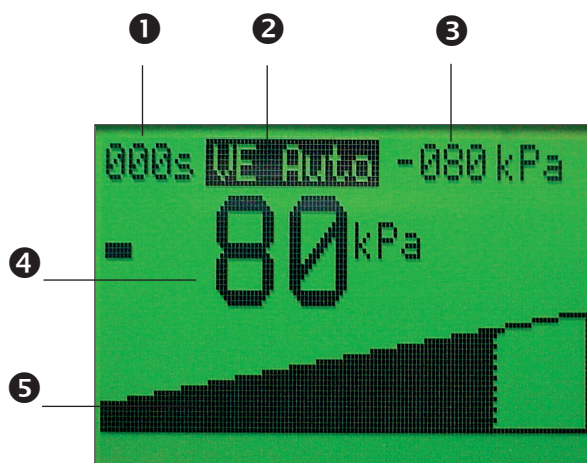

Fig. 18 Pantalla después de haber alcanzado el vacío final
- Cuando se alcanza el vacío final, el equipo emite un tono de alerta. (Tono largo con interrupción). El tiempo mostrado es 0 seg. (Fig. 18). El vacío final es retenido.
EL menú de encendido (Fig. 18, Pág. 19), muestra el estado del equipo durante 2 seg.